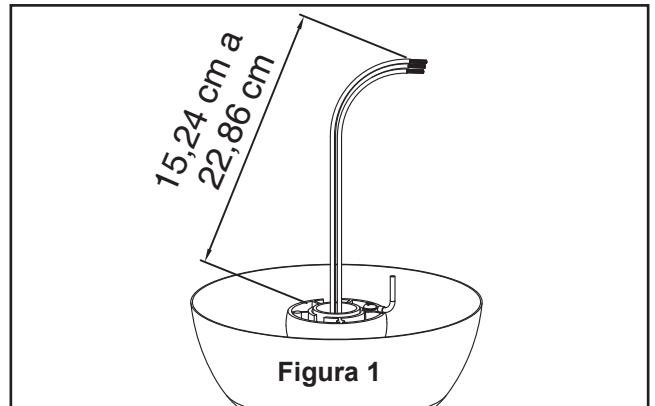

Figura 1
1. Corte el exceso de cable aproximadamente de 15 a 23 cm (6 a 9 pulgadas) por encima de la parte superior del barral. Pele 1,2 cm (½") del aislamiento en cada extremo del cable. (Figura 1)